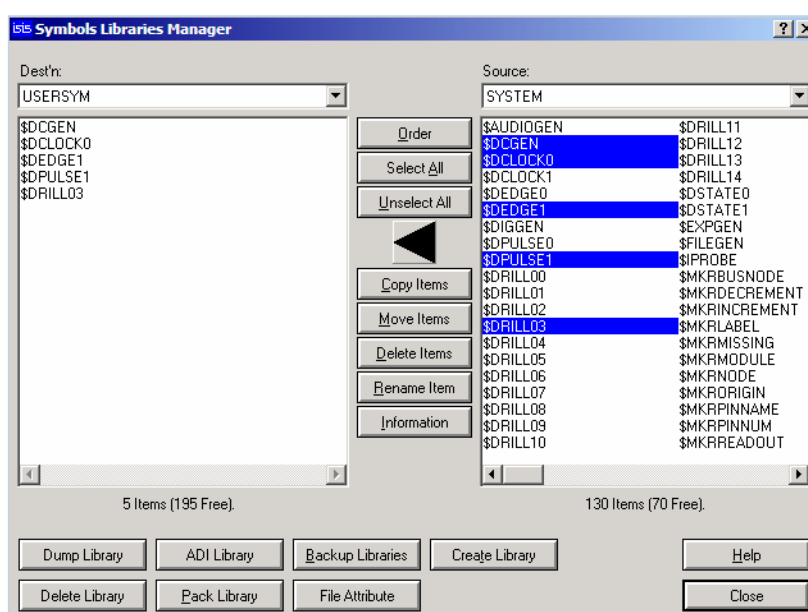

Figura 44: Janela **Symbols Libraries Manager**.
7. Para adicionar bibliotecas existentes, na janela **Symbols Libraries Manager**, selecione-as, em seguida clique em **Copy Items**, veja ilustração na figura 44.